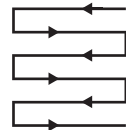

Fig. 19
5. Tondez en faisant des lignes qui se chevauchent légèrement. Le schéma de tonte de pelouses le plus efficace consiste à réaliser des lignes droites le long d'un des côtés. Cela permet d'obtenir des lignes uniformes et de s'assurer que la pelouse est tonduée en intégralité (Fig. 19)
8. Videz le bac de ramassage (7) régulièrement.